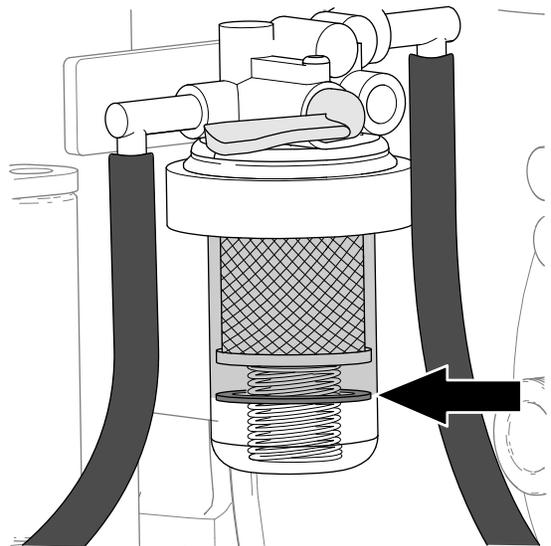

Figura 66
1. Veja o indicador de água no recipiente do filtro de combustível para determinar se a flutuação é elevada pela água no recipiente do filtro de combustível (Figura 66).